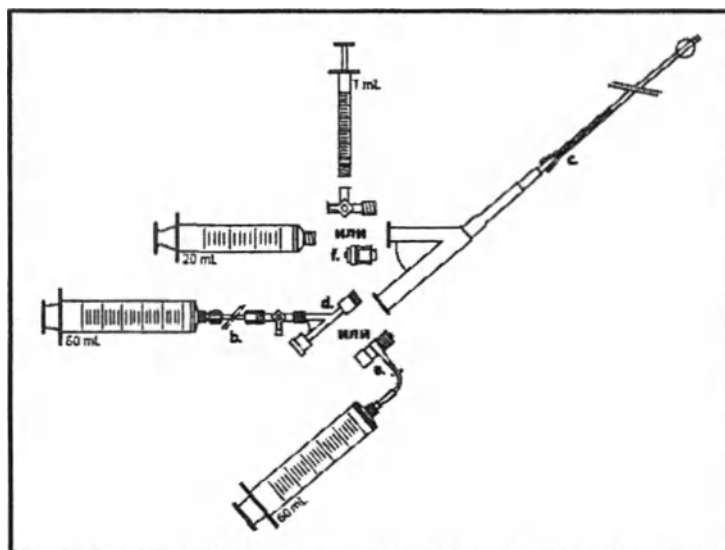

Рис. 1. Сборка баллонного проводникового катетера FlowGate
5. Подготовьте баллон согласно одному из следующих методов (см. рис. 1):